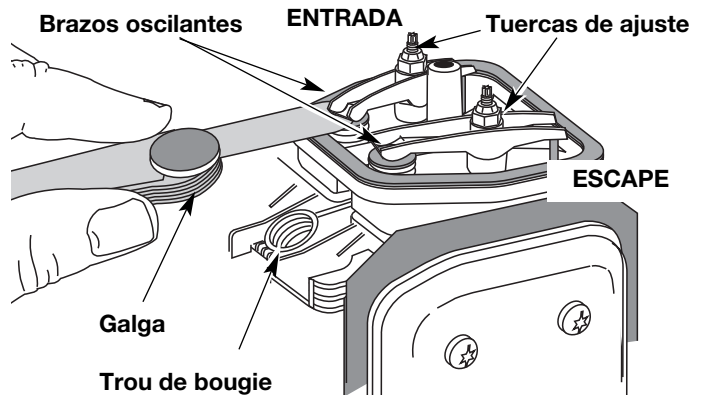

Fig. 36
- El pistón se encuentre en la parte superior de su recorrido mientras mira dentro del orificio de la bujía de encendido (Fig. 36).
12. Deslice la galga entre el brazo oscilante y el resorte de retorno de la válvula. Mida el huelgo entre el vástago de la válvula y el brazo oscilante (Fig. 36 & 37). Realice esto en las válvulas de entrada y de escape.
El huelgo recomendado para las válvulas de entrada y de escape es 0,076 – 0,152 mm (0,003 – 0,006 pulgadas). Use un calibrador regular de automóvil de 0,127 mm (0,005 pulgadas). El calibrador debe deslizarse entre el balancín y el vástago de la válvula con una ligera cantidad de resistencia, sin doblarse (Fig. 36 y 37).